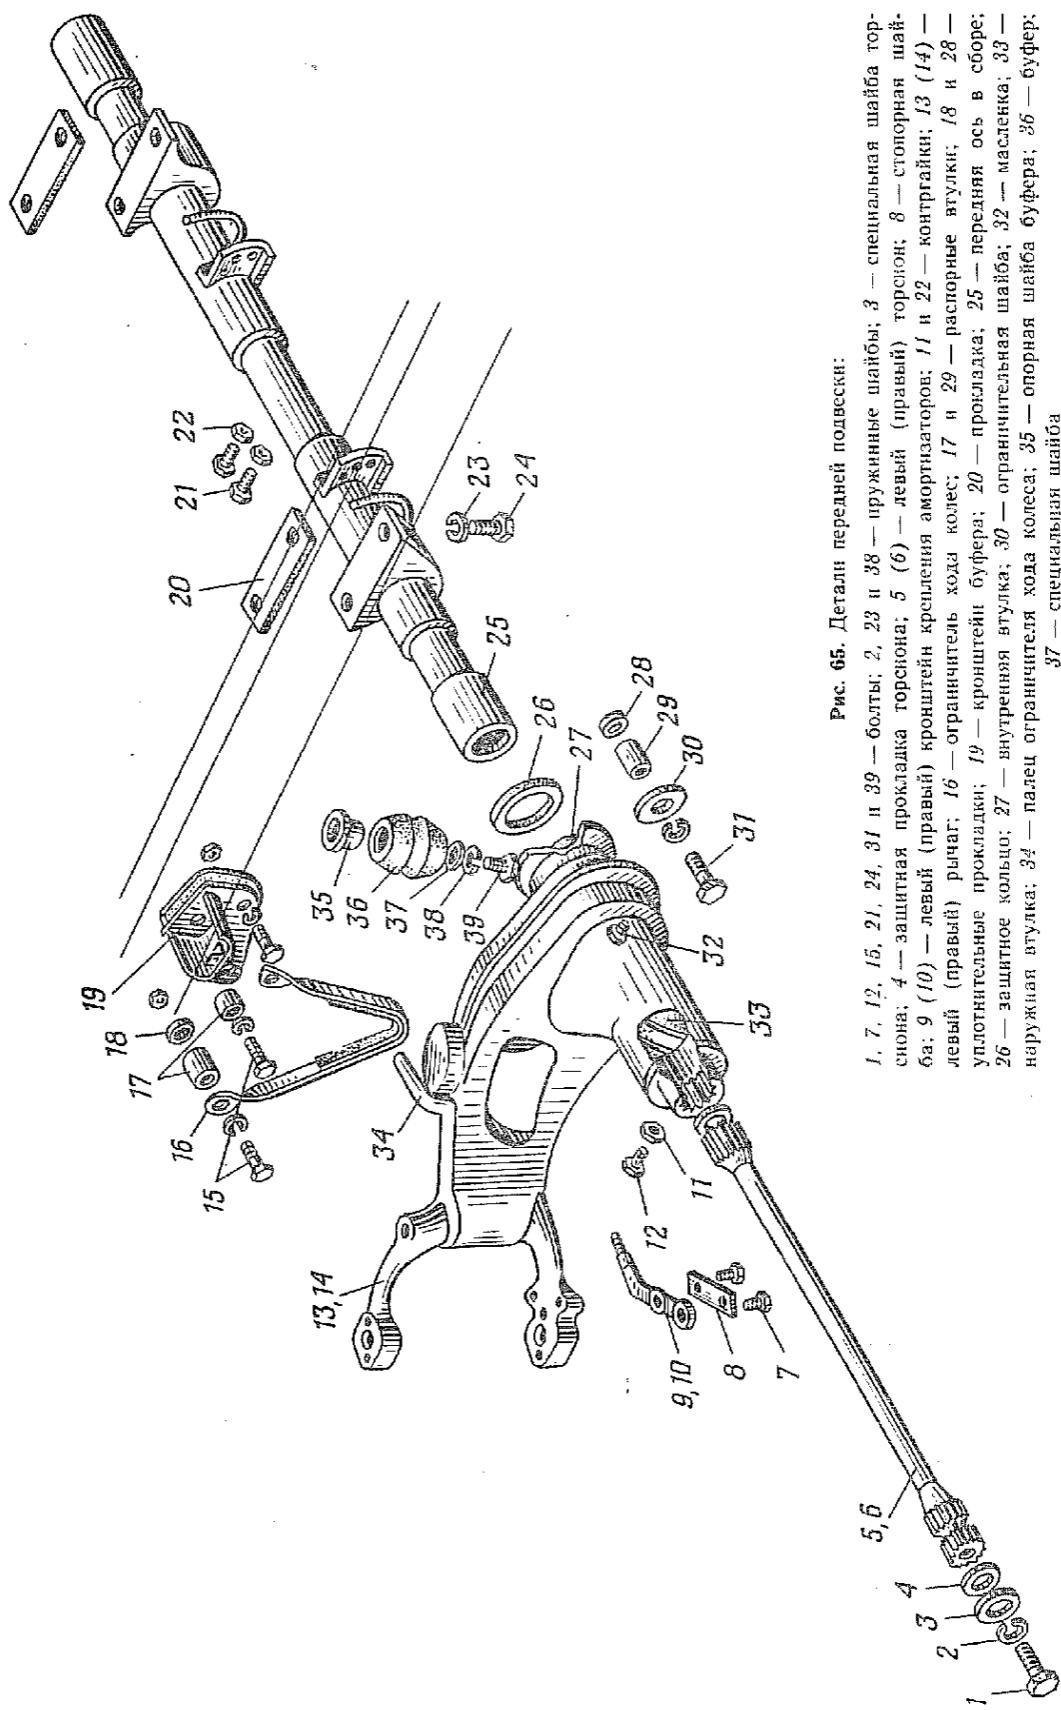

Рис. 65. Детали передней подвески:
1.13. Отвернуть болты 15 (рис. 65) крепления ограничителей хода передних колес, снять ограничители, распорные втулки 17 и уплотнительные прокладки 18 (головка 17, вороток).
2.2. Установить на кронштейны оси 25 (рис. 65) прокладки 20, совместить отверстия кронштейнов оси и рамы и закрепить ось подвески болтами 24 с пружинными шайбами 23 (головка 22, вороток, рукоятка динамометрическая).
2.4. Закрепить ограничители 16 (рис. 65) хода передних колес болтами с пружинными шайбами, установив распорные втулки 17 и уплотнительные прокладки 18 (ключ 17, головка 17, рукоятка динамометрическая).
1.8.3. Отвернуть болт 1 (рис. 65), снять специальную шайбу 3 и защитную прокладку 4 (ключ 17).
3.1.1. Установить на рычаг кронштейн 9 (рис. 65) крепления нижнего конца амортизатора и стопорную шайбу 8 и закрепить болтами (момент силы затяжки 3,0—3,5 кгс · м). Застопорить болты (ключ 17, головка 17, рукоятка динамометрическая, молоток 500 г, отвертка 200×1,0).